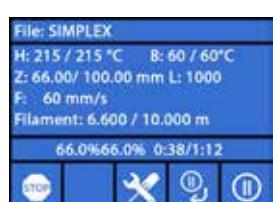

Fig. 59
- ⇒ Pulse el botón  (véase la Fig. 59).
⇒ Pulse el botón ⑩ (véase la Fig. 59).
- ◆ El icono cambia a ⑪.